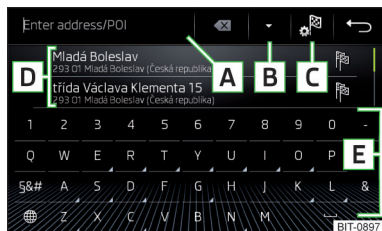
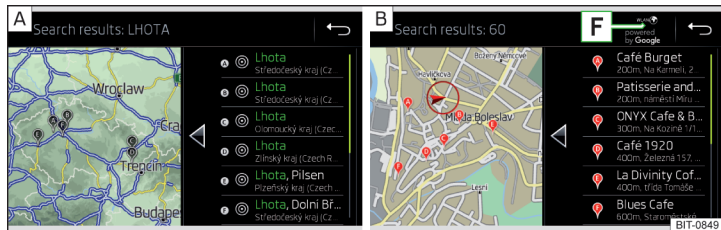

Fig. 222
Fig. 223 Liste des destinations trouvées : dans les données de navigation / en ligne
Touches de fonction » fig. 222 et » fig. 223
Dans la zone **D** » fig. 222, une liste des destinations recherchées est affichée.
- **ou** : Cliquez sur la touche de fonction **B** » fig. 222.
- Poi Destinations recherchées dans les données de navigation » fig. 223 - **A**.
- Poi Destinations recherchées en ligne » fig. 223 - **B**.